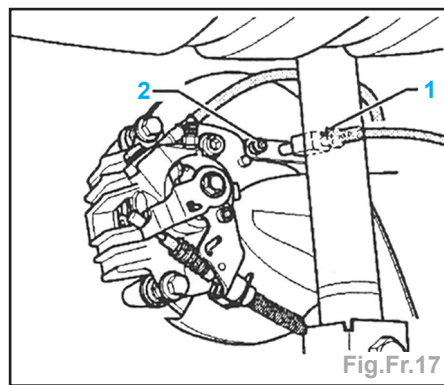

Fig.Fr.17
- Déconnecter le connecteur (1) du câble de capteur de vitesse et du capteur de vitesse (Fig.Fr.17).